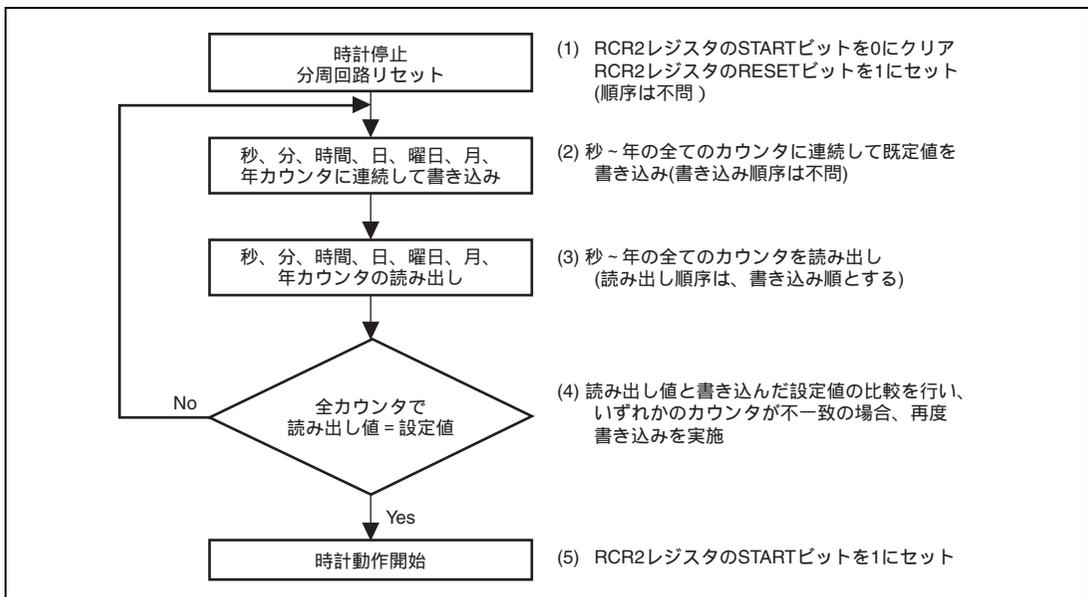

図 14.2 時刻設定手順
時刻設定手順例を図 14.2 に示します。
- 秒カウンタなど、カウントレジスタの書き込み後の読み出しは、「図14.2 時刻設定手順」に従ってください。
このときに、秒～年の全てのカウンタに連続して書き込みを行う必要があります。図14.2の図中の(2)の書き込み処理の間に、カウントレジスタの読み出し処理が行われないようにしてください。